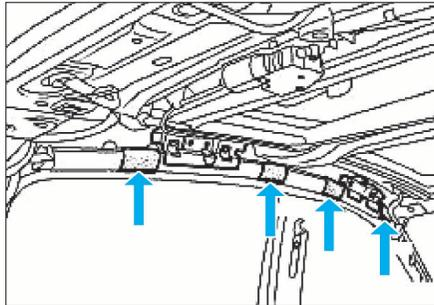

FIG. 10
- La partie rideau est agrafée sur la caisse en plusieurs points (Fig.10).